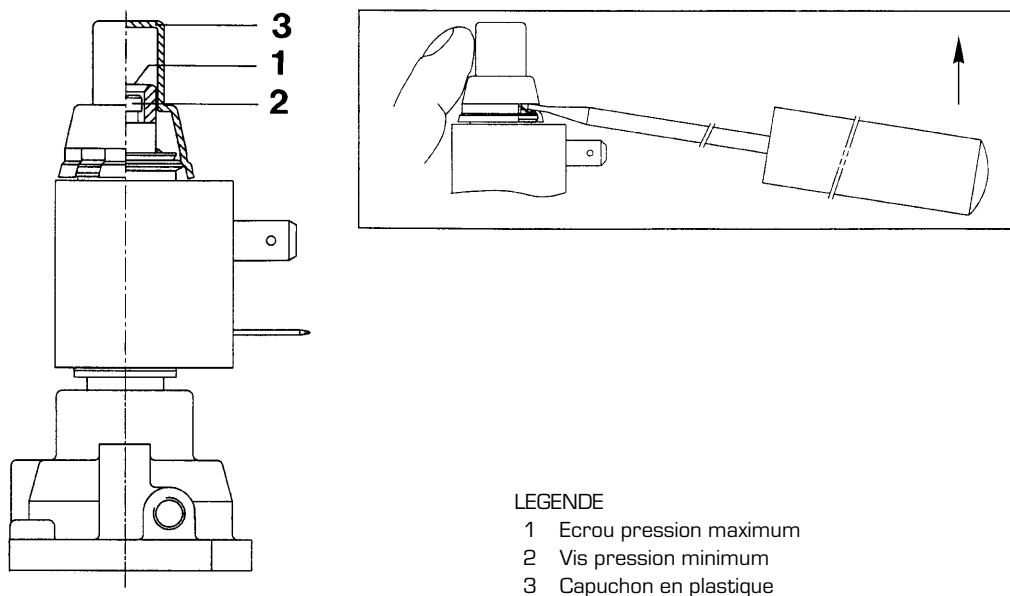

Fig. 11
4.2.1 Réglage de la pression nominale (fig. 11)
4.2.2 Réglage de la pression minimum (fig. 11)